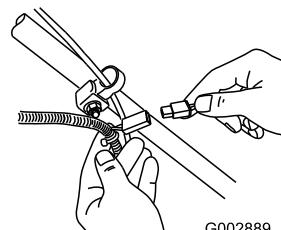

Figura 34
1. Conecte el cargador al arnés de cables del cortacésped, situado debajo de la llave de contacto (Figura 34).